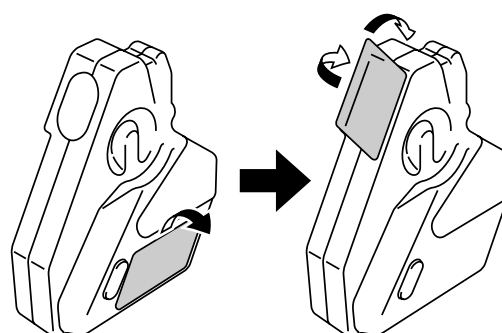

Abb. 5-12
3. Ziehen Sie das Siegel links am Toner-Abfallbehälter ab und versiegeln Sie das Loch im Toner-Abfallbehälter damit. Abb. 5-12 können Sie entnehmen, wie das Siegel angebracht werden soll. Verpacken Sie den alten Toner-Abfallbehälter in dem mit dem neuen Behälter gelieferten Plastikbeutel. Entsorgen Sie den Toner-Abfallbehälter gemäß der örtlichen Vorschriften.